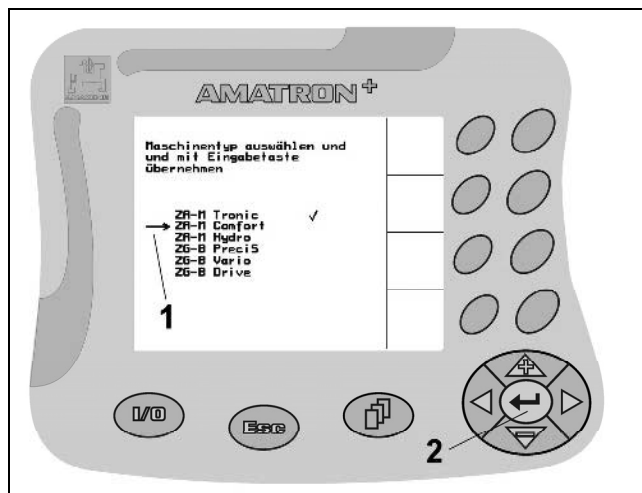

Fig. 14
- Posisjoner valgpilen (Fig. 14/1) med  og .
-  Ta i bruk utvalget (Fig. 14/2).